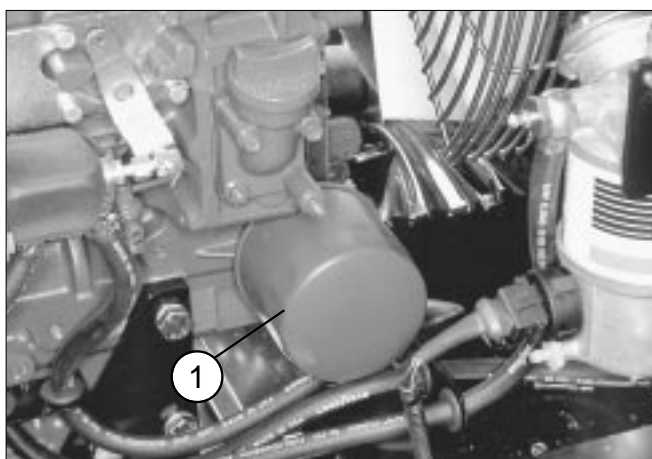

図29
2. 古いフィルタを取り (図29) 新しいフィルタに薄くオイルを塗って取り付けます。締めすぎ厳禁。